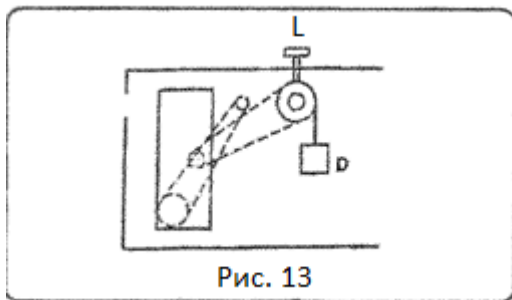

Рис. 13
- С помощью рукоятки Н поднимите противовес D (см. рис. 13) и закрепите его с помощью рукоятки L, убедитесь в том, что нож остался неподвижным.